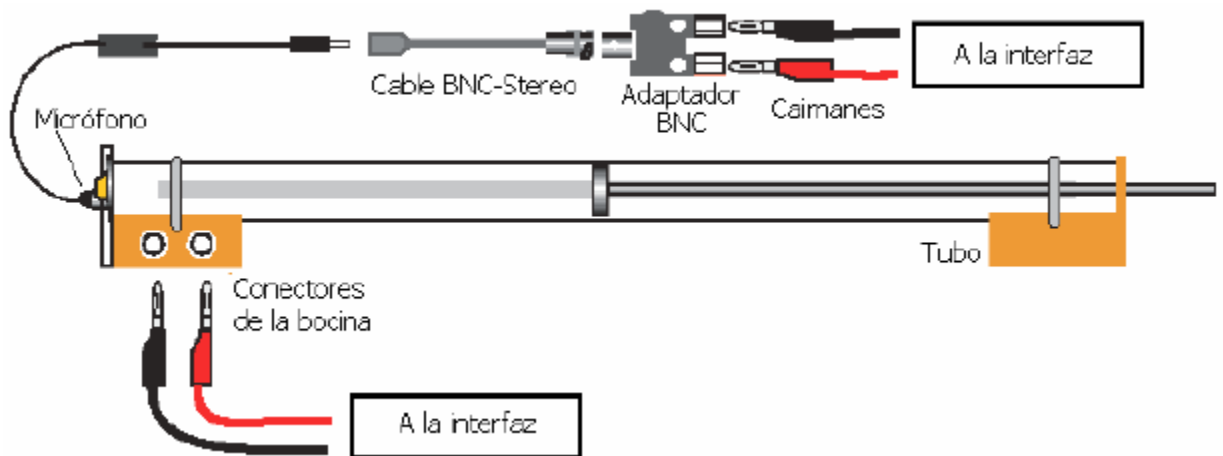

Figura 1. Instalación del equipo.
1. Instala el tubo de resonancia sobre una superficie nivelada. Coloca el pistón dentro del tubo sobre el orificio del extremo que no tiene la bocina, y colócalo sobre la marca interna de 80 cm (figura 1).
5. Conecta las bananas del sensor de voltaje al adaptador BNC, como se muestra en la Figura 1.